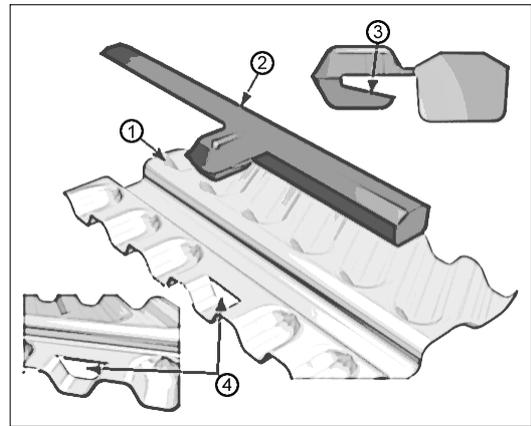

FIG. 14 EASY HOOK TYPE 가
3.3.2 (EASY HOOK TYPE) 가 - FIG. 14